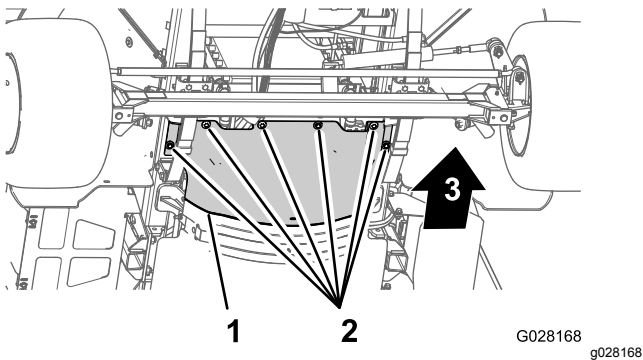

Bild 3
3. Entfernen Sie die sechs Sechskantschrauben und sechs Scheiben, mit denen das vordere Wärmeschutzblech am Chassis befestigt ist, und nehmen Sie das Schutzblech ab (Bild 3).